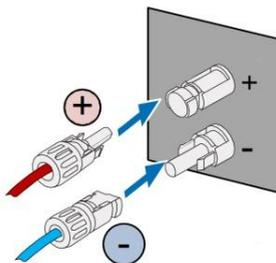

Fig 5.5 Stringa CC fotovoltaica collegata all'inverter
(1) Collegare i connettori positivo e negativo delle stringhe fotovoltaiche collegate alle posizioni corrispondenti dell'interfaccia CC dell'inverter e confermare la tenuta del collegamento, come illustrato nella Fig. 5.5;
(2) Al momento di smontare il connettore CC dall'inverter, inserire la punta di un cacciavite a taglio nel foro rialzato al centro del connettore e forzare l'estremità mobile del connettore per estrarlo.